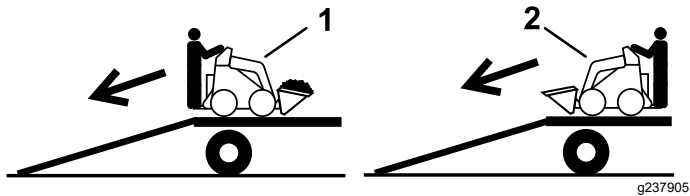

Figure 16
2. Placez toujours l'extrémité la plus lourde de la machine en haut de la rampe, la charge en bas, pour la descende de la remorque (Figure 16).